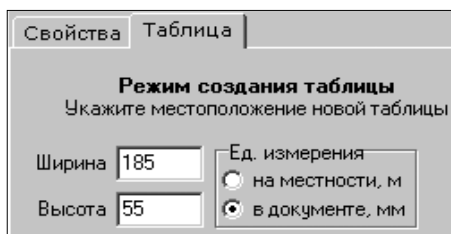

Рис. 20
- В окне инструментов выполните настройки (рис. 20).